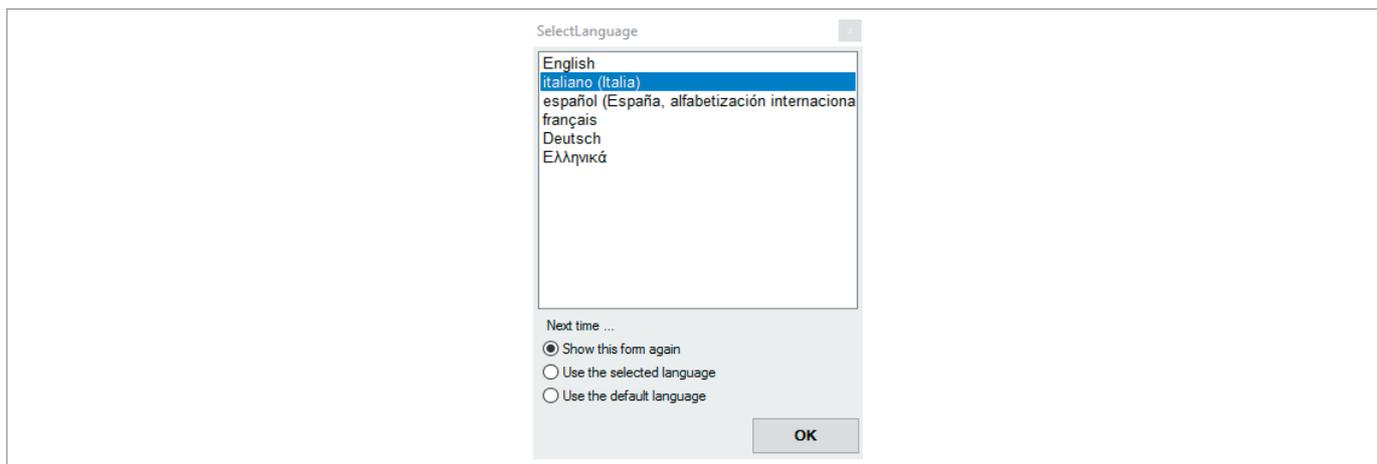

Fig. 8.18. Selección del idioma
2. Seleccione el idioma deseado (Fig. 8.18 18)